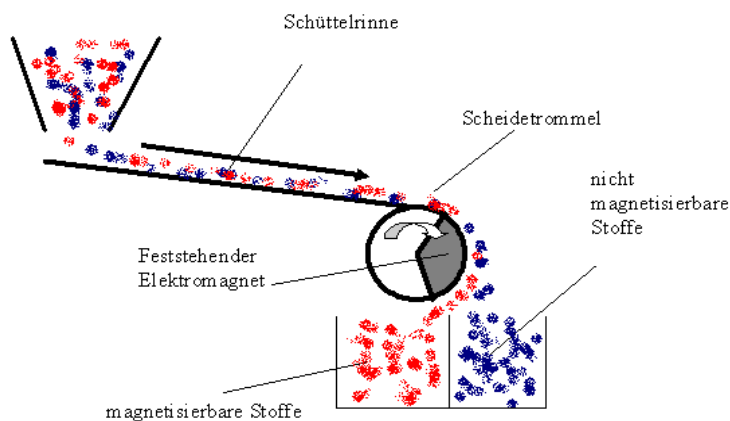

Abb. 14: Magnettrommelscheider (Bildquelle: User Maettchy, wikimedia commons)
Abb. 14 (rechts oben): Ein Teesieb – der heiße Tee ist das Extrakt der Teemischung, heißes Wasser das Extraktionsmittel (Bildquelle: Tea_infuser.png: Afanasovichderivative work: Afanasovich, CC BY 3.0 <<https://creativecommons.org/licenses/by/3.0/>>, via Wikimedia Commons)
Abb. 14: Destillationsapparatur mit „Vorlage“ (15), Heizplatte (1), Thermometer (4), Wasserkühlung (5) und Destillat (8). (Bildquelle: wikimedia commons, public domain)
- **Destillieren:** Die Siedetemperatur einer von mehreren Flüssigkeit wird überschritten und deren Dampf aufgefangen und gekühlt (Kondensation, Verflüssigung eines Gases), die Flüssigkeit mit höherer Siedetemperatur bleibt flüssig zurück (*Beispiel: Abb. 14 oben, das Abdestillieren von Alkohol aus einem alkoholhaltigen Gemisch*; Sonderfall: **Rektifikation:** Eine Gegenstromdestillation. Hier wird ein Gemisch aus vielen Flüssigkeiten mit nahe beieinander liegenden Siedetemperaturen wird in Stufen bzw. mehrfach destilliert, so dass der durch Abkühlung wieder kondensierende Dampf in Glockenböden in Wechselwirkung mit frisch aufsteigendem Dampf tritt).